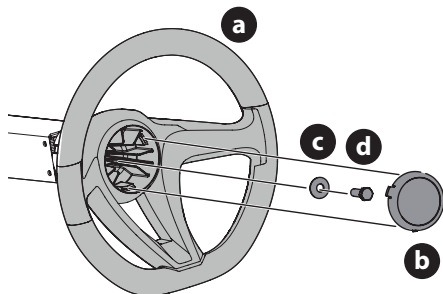

Fig. 7
1. La quincaillerie qui sert à fixer le volant de direction (a) se trouve sous le couvercle du volant de direction (b). Retirez avec précaution le couvercle. Pour ce faire, insérez un petit tournevis plat dans une des trois languettes et soulevez le capuchon (b) pour retirer la quincaillerie (Fig. 7).
2. Assurez-vous que les roues de l'appareil sont dirigées vers l'avant, puis placez le volant de direction (a) sur l'arbre de direction (Fig. 7).
3. Insérez la rondelle Belleville (c), avec la partie creuse vers le bas, dans le volant de direction et fixez-la avec le boulon hexagonal autobloquant (d) (Fig. 7).
4. Placez le couvercle du volant de direction (b) au centre du volant de direction (a), alignez les trois languettes avec les pattes du volant et poussez-le jusqu'à ce qu'il s'enclenche (Fig. 7).